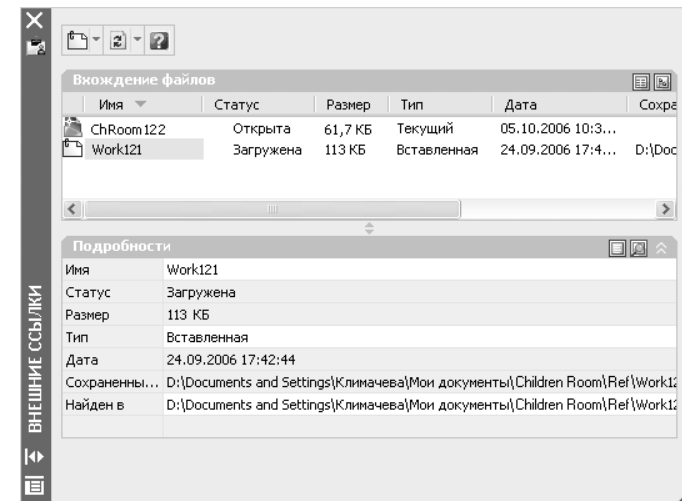

Рис. 12.25 ▼ Палитра **Внешние ссылки** (External References) с разделом **Подробности** (Details) для заново подгруженной внешней ссылки
- Как только вы щелкните в окне **Выбор нового пути** (Select new path) на кнопке **Открыть** (Open), AutoCAD подгрузит внешнюю ссылку, сразу же разместив ее с использованием той же точки вставки, которая была применена для отсутствовавшей внешней ссылки. Соответствующие изменения отобразятся в палитре **Внешние ссылки** (External References) (рис. 12.25).